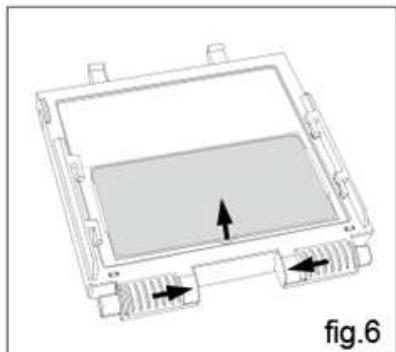

fig.6
- **VÝMĚNA PŘEDNÍ KRYCÍ FOLIE** – Vyjměte kazetu filtru z rámečku zatlačením zámků do středu a zvednutím kazety filtru (viz.fig.6) a vyměňte krycí folii.
- **VÝMĚNA KAZETY FILTRU** - vyjměte kazetu filtru s rámečkem kazety filtru ze skořepiny kroužky (viz.fig.6), vyjměte kazetu filtru z rámečku. Vložte novou kazetu filtru do rámečku. Ujistěte se že kazeta filtru je vložena správně (viz.na fig.7). Nainstalujte kazetu filtru s rámečkem zpět do skořepiny kroužky.